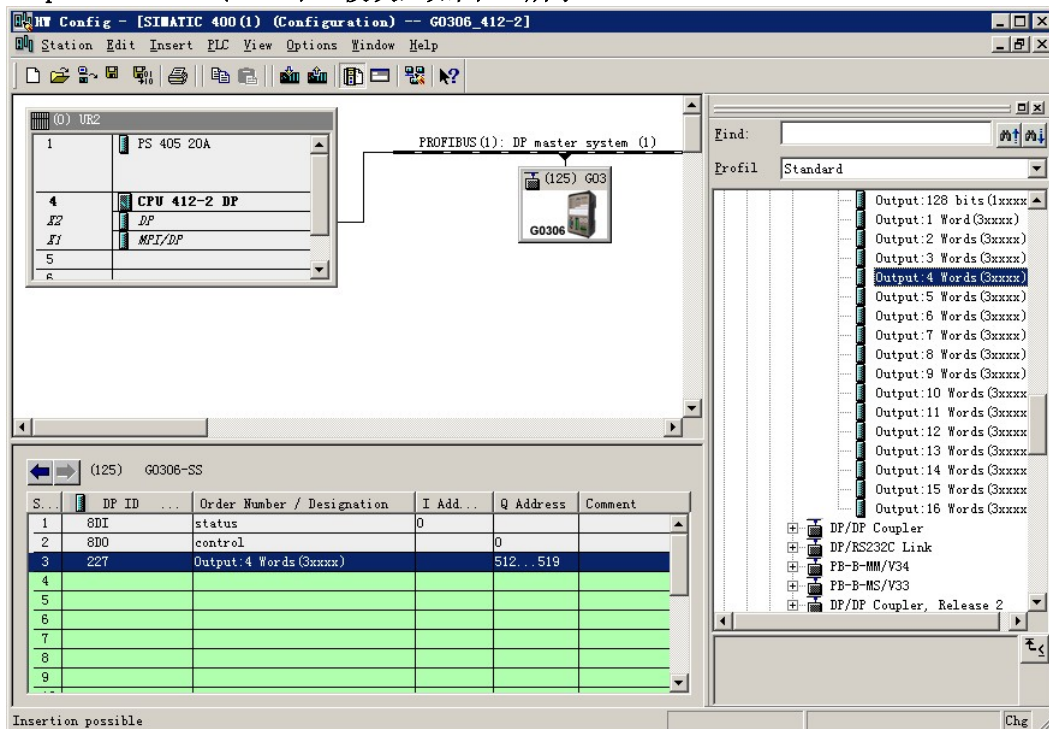

图 48 添加“Output:4 Words (3xxxx)”模块
a) 添加“Output:4 Words (3xxxx)”模块，如图 48 所示：